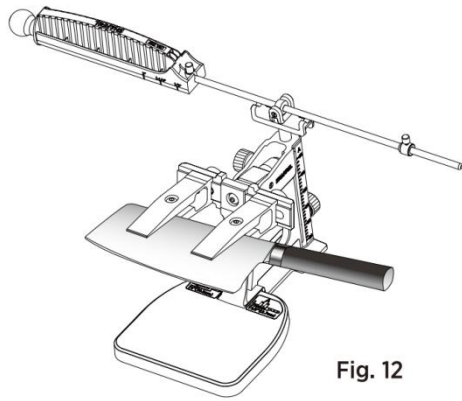

Fig. 12
1. Coloque la cuchilla de manera segura lo más profundamente posible dentro de la pinza. (ver Fig. 12).